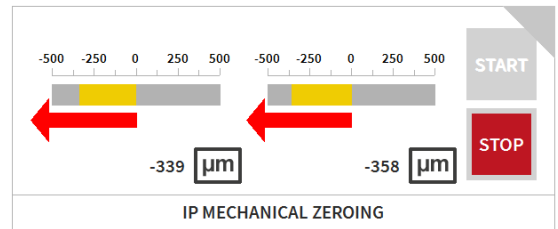

Abb.101. Messbereichsüberschreitung
4. Die obere Baugruppe Tastarm/Tasteinsatz (**T1A**) so ausrichten, dass der Messtaster den Einrichtmeister berührt und in der Digitalanzeige ein Wert nahezu Null ($\pm 10 \mu$) angezeigt wird. Ein **roter Pfeil** zeigt an, dass der für den mechanischen Nullabgleich programmierte Bereich überschritten wurde. Mit den Zeichen **+/-** wird angezeigt, in welche Richtung der Bereich überschritten worden ist. Ein **blinkender Pfeil** in der Balkenanzeige zeigt eine Bereichsüberschreitung des Messgebers an (OVR), siehe Abb.101 auf Seite 80.